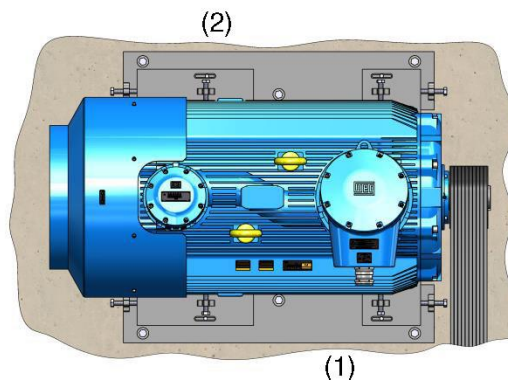

Рис. 5-4. Монтаж рельсовых направляющих
Направляющая, ближайшая к приводному шкиву, должна быть расположена таким образом, чтобы регулировочный болт (1) находился между двигателем и приводимым механизмом. Другая направляющая должна быть расположена таким образом, чтобы регулировочный болт находился на противоположной стороне (по диагонали (2)) как показано на рис. 5-4. Электродвигатель фиксируется на рельсовых направляющих болтами и устанавливается на основание.